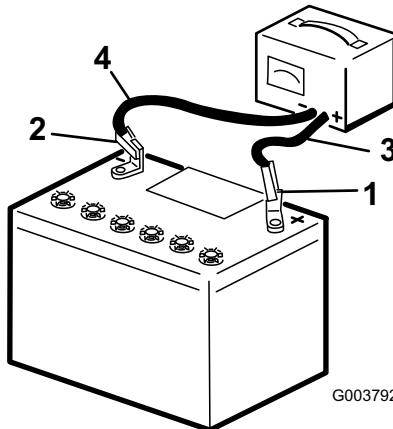

Figura 6
1. Cargue un cargador a la batería (Figura 6) y cárguela durante al menos 1 hora a 6 – 10 amperios. No sobrecargue la batería.
2. Cuando la batería esté completamente cargada, desconecte el cargador de la toma de electricidad, luego desconecte los cables del cargador de los bornes de la batería (Figura 6).